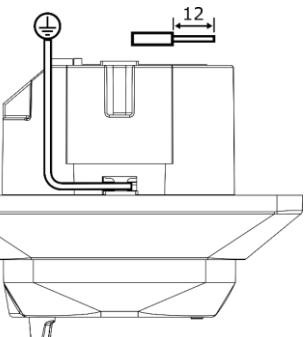

Bild 3
5. Anslut PE till avsedd plint, se bild 3. Detta sker genom snabbanslutning, skala kabeln 12 mm.